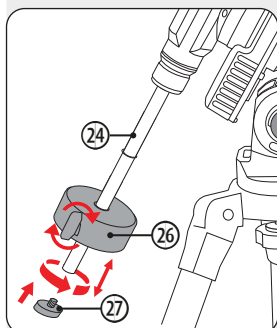

Fig. 13 : Installer le contrepooids
3. Dévissez la vis de sécurité (27) de la tige de contrepooids. Faites glisser le contrepooids (26) jusqu'à environ la moitié de la tige de contrepooids (24) et serrez la vis de fixation à la main de façon que le contrepooids ne puisse plus se déplacer sur la tige. Revissez la vis de sécurité (27) sur la tige de contrepooids (Fig. 13).